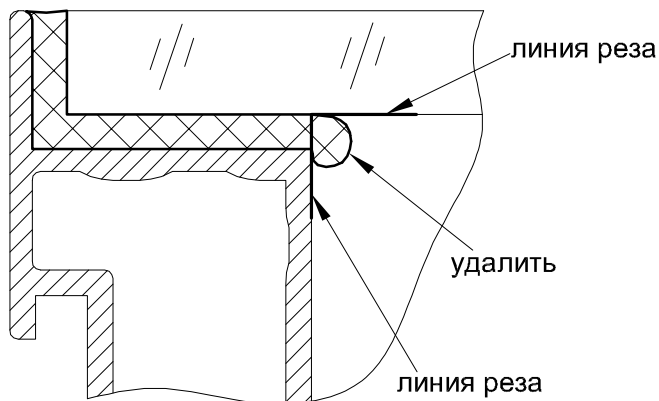

Рис.5
5. После вулканизации герметика произвести очистку профиля и стекла. Излишки герметика снизу створок подрезать ножом или лезвием. Рез выдавленного герметика делается в двух местах - вдоль стекла и вдоль профиля створки. (Рис.5).